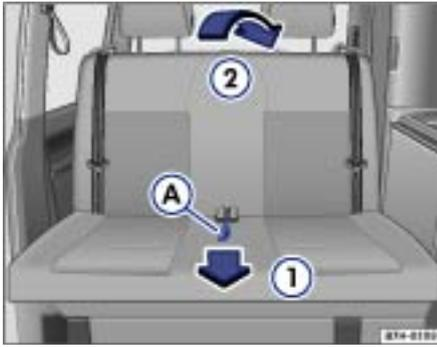

Fig. 13 Transformation de la banquette-couchette en couchette
- Tirez la dragonne centrale située entre les boîtiers de verrouillage ⇒ Fig. 13 ② dans le sens de la flèche ①.